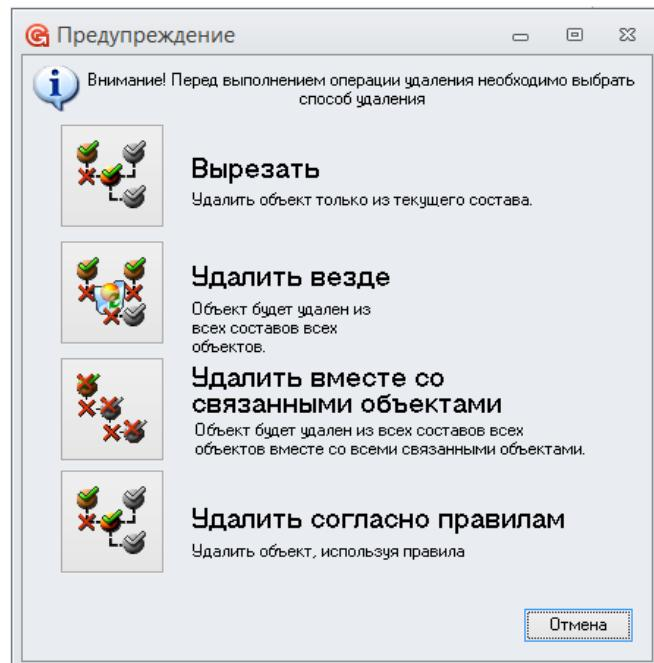

Рисунок 22: Окно "Предупреждение"
3. В окне «Предупреждение» (рис. 22) выбрать вариант удаления.